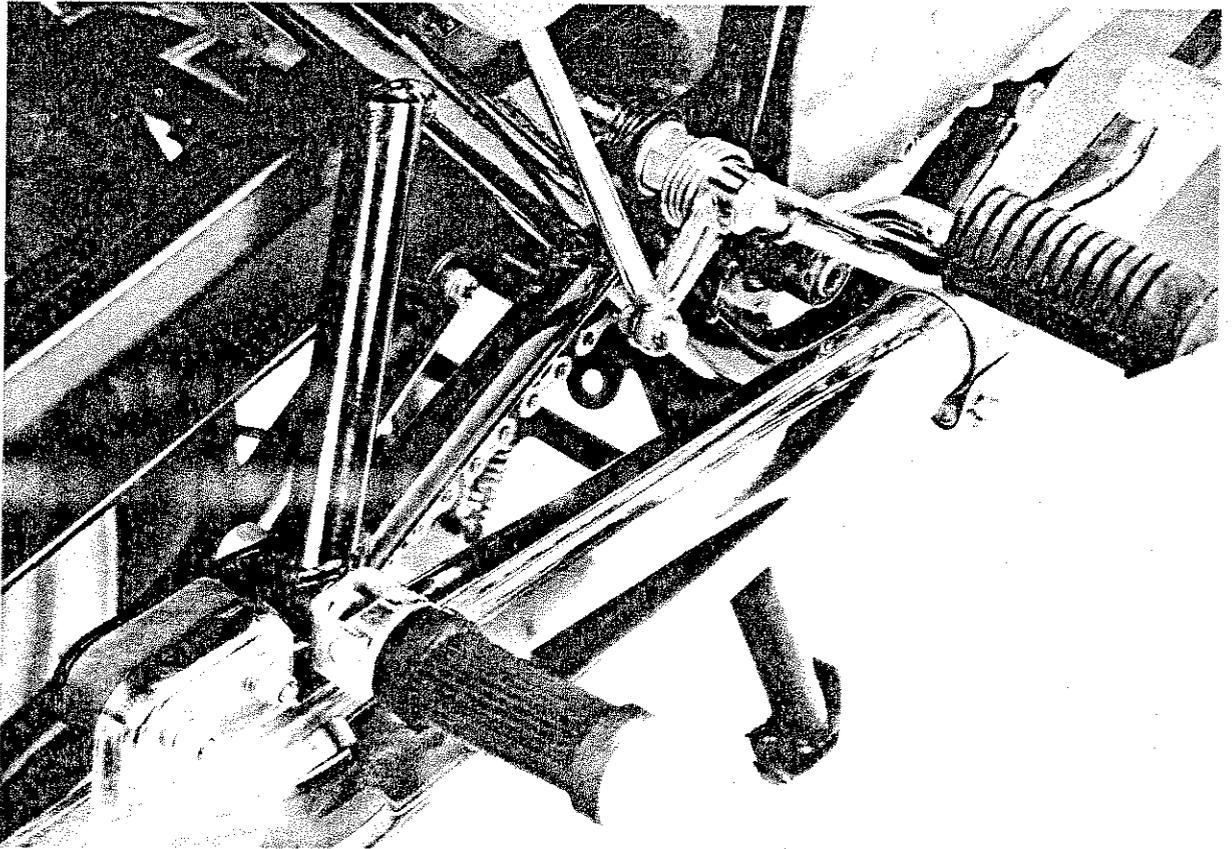

Fig. 17
- 3) Svitare i dadi di fissaggio delle pedane posteriori che serrano anche i silenziatori (Fig. 17).
- 3) Undo the nuts that secure the pillion rider's footrests and the silencers to the frame (Fig. 17).